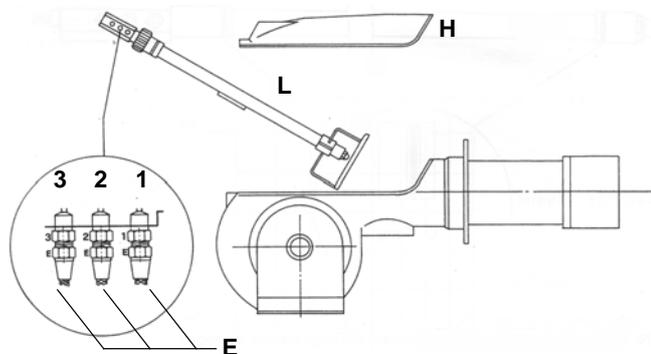

Рис. 24
- Открутить мазутные соединительные детали Е, которые крепят мазутные шланги к фурме, и снять полностью весь узел, как показано на Рис. 24.